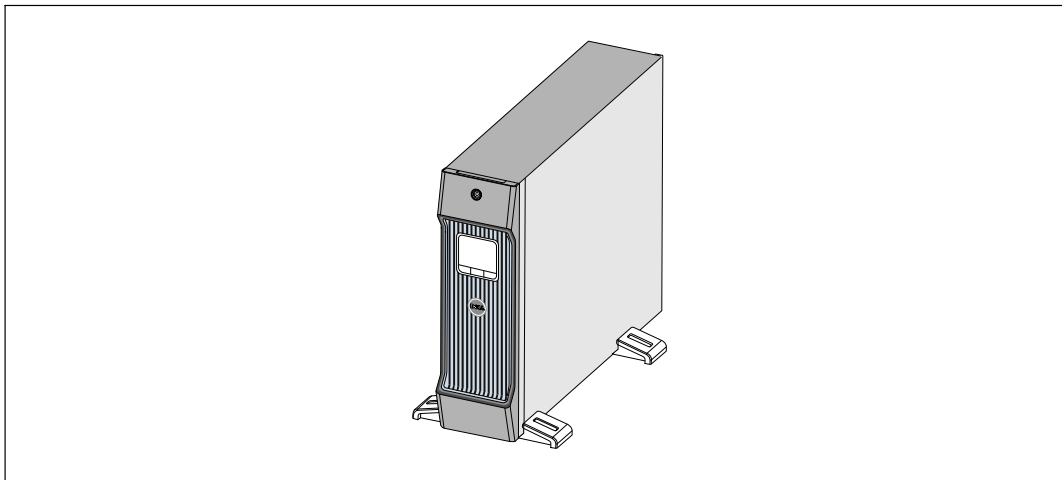

Рис. 25. Башенная конфигурация
- Осторожно выровняйте корпус, чтобы он стоял вертикально (см. Рис. 25).